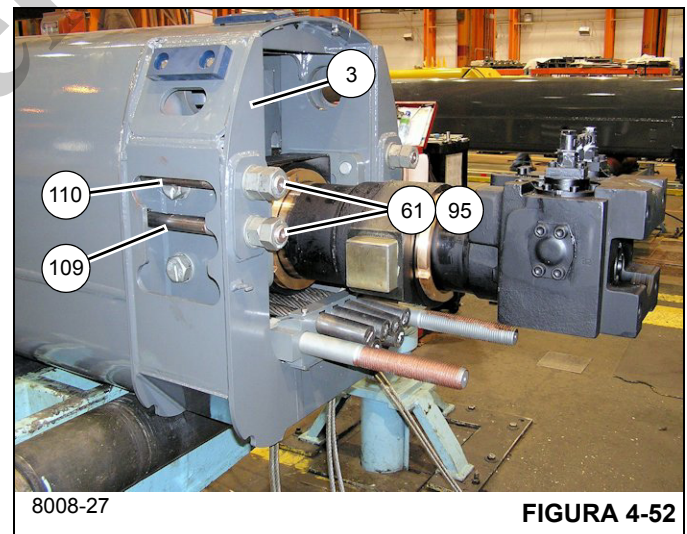

FIGURA 4-52
82. Aplique pasta antiagarrotamiento Never-Seez a las roscas de los dos pernos (76).
83. Instale los dos cables de extensión de la sección telescópica 4 (109, 110) en los agujeros en la parte trasera de la sección telescópica 2 (3) (lados izquierdo y derecho) (vea la Figura 4-52).
85. Instale una arandela plana (61) y dos tuercas (95) a cada uno de los cuatro cables de extensión de la sección telescópica 4 (109, 110) (vea la Figura 4-52).
86. Monte el conjunto de almohadilla de desgaste (82) en cada lado de la parte inferior trasera de la sección telescópica 2 (3) utilizando los dos pernos (83) (vea la